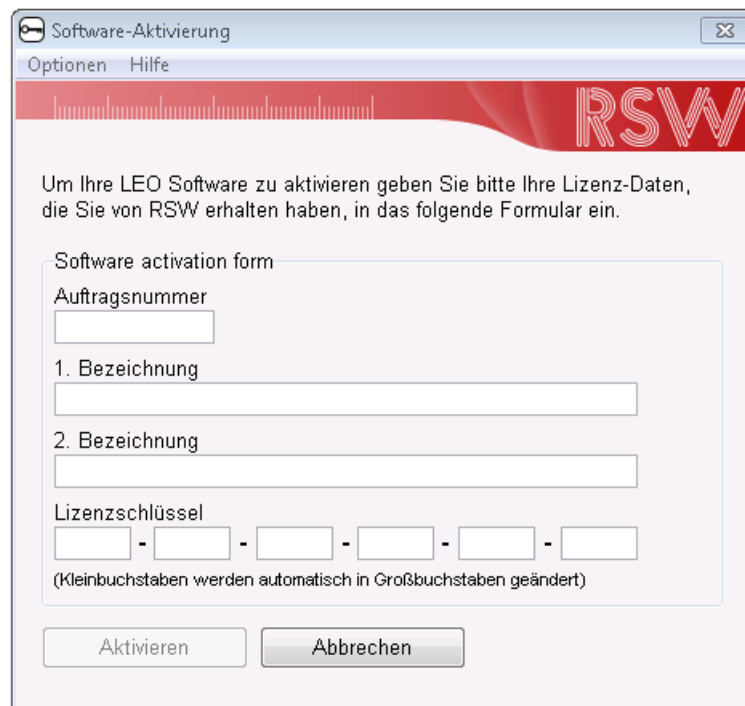

Abbildung 3.2: Softwareaktivierung
1. In **Abbildung 3.2** auf **Seite 23** sehen Sie das Fenster zur Software-Aktivierung. Füllen Sie die entsprechenden Felder mit den Daten Ihrer **RSW**-Lizenz aus. Drücken Sie anschließend auf **Aktivieren**.